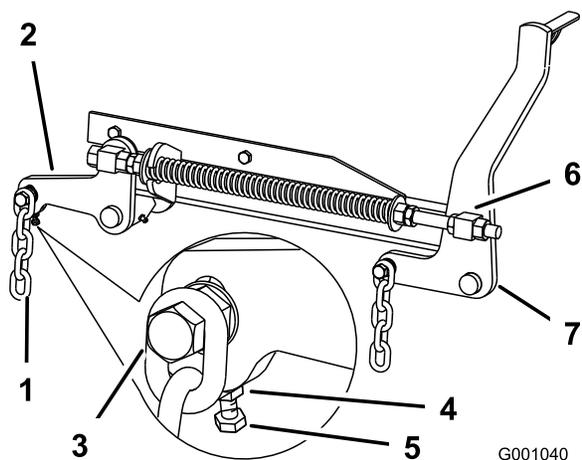

Figura 78
7. Si las medidas realizadas en las posiciones **B** o **C** no son correctas, afloje el perno que fija la cadena trasera al brazo de soporte trasero (Figura 78).
8. Afloje la contratuerca situada debajo del brazo de soporte trasero y ajuste el perno de ajuste hasta obtener una medida de 79 a 83 mm (Figura 78).
7. Afloje las contratuercas de pivote delantero, en la parte delantera de los pivotes derecho e izquierdo, aproximadamente 13 mm (Figura 78).
8. Ajuste las tuercas de elevación en el lado izquierdo y derecho de la máquina hasta obtener una distancia de 6 a 10 mm menos en la parte delantera en **A** que en la parte trasera, en **B** (Figura 78).